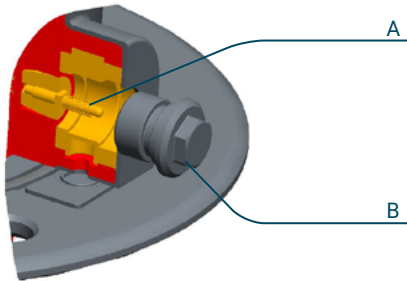

Abbildung 3
Um die Druckdifferenz, die Kapazität oder den Leistungsfaktor zu überprüfen, schrauben Sie die Kappe (A) ab und entfernen Sie die Feder (B) (Abbildung 3). Schließen Sie dann das Koaxialkabel des Geräts an.
Verbinden Sie nach Abschluss der Messungen den Flansch mit Hilfe der Feder und der Kappe mit der Erdung (siehe Abbildung 3).